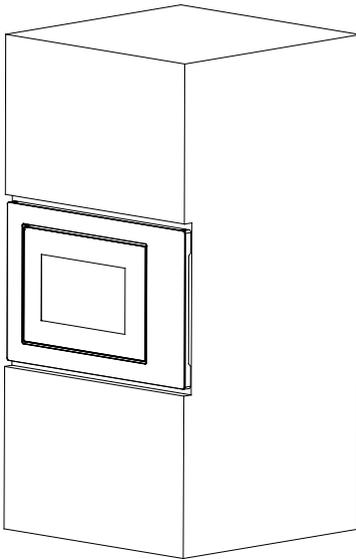

Fig.2
- b) Duw de magnetron tot het einde. (Fig.2)